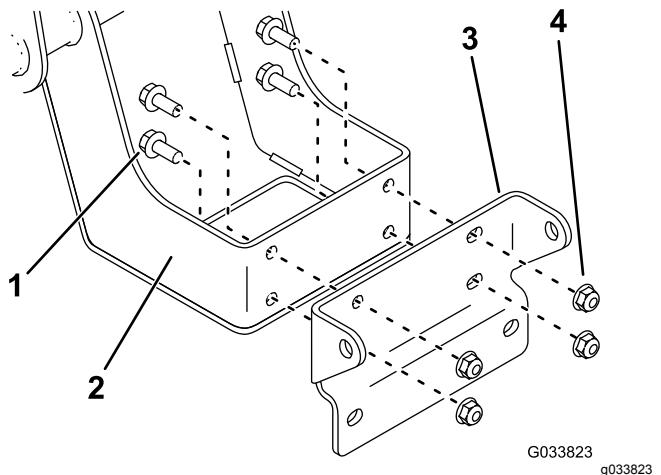

Рисунок 7
5. Установите кронштейн ограждения щетки на ограждение щетки с помощью 4 болтов (5/16 x 3/4") и 4 гаек (5/16"), как показано на Рисунок 7.